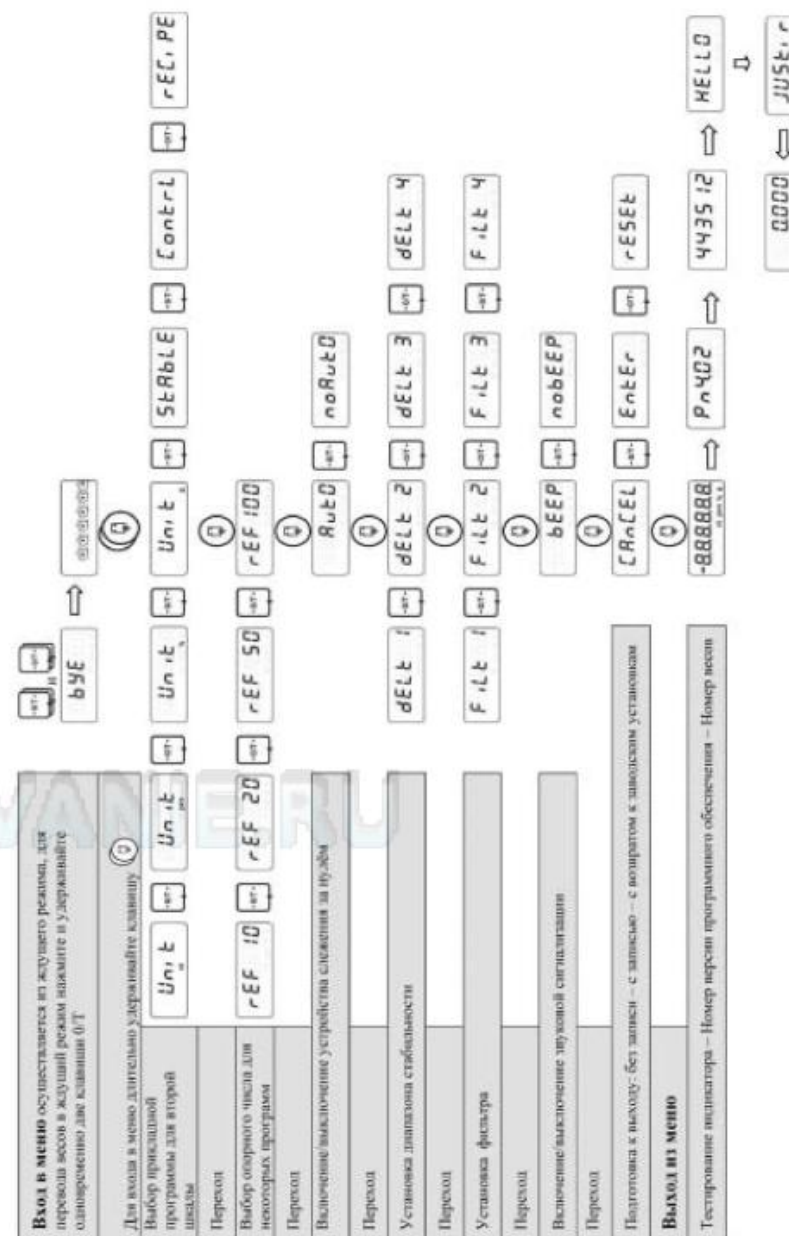

Рисунок 5 – Конфигурация меню
- Переход к следующей опции (рисунок 5) осуществляется коротким нажатием клавиши . Чтобы вернуться к пройденной опции, необходимо заново войти в меню.
Установка программы (Рисунок 5) -Переведите весы в ждущий режим, нажав одновременно на клавиши  и  и удерживая их нажатыми до появления на дисплее сообщения «bYE».	bYE
Установка программы (Рисунок 5)
Установка программы (Рисунок 5) -Переведите весы в ждущий режим, нажав одновременно на клавиши и и удерживая их нажатыми до появления на дисплее сообщения «bYE».